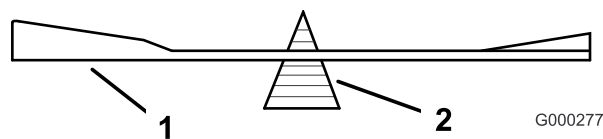
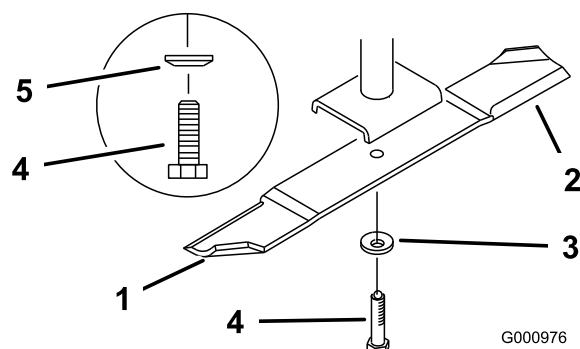

Figure 65
Figure 66
2. Retirez le boulon, la rondelle élastique et la lame de l'axe (Figure 66).
2. Vérifiez l'équilibre de la lame en la plaçant sur un équilibreur (Figure 65). Si la lame reste horizontale, elle est équilibrée et peut être utilisée. Si la lame est déséquilibrée, limez un peu l'extrémité de la partie incurvée seulement (Figure 66). Répétez la procédure jusqu'à ce que la lame soit équilibrée.
1. Placez la lame sur l'axe (Figure 66).
2. Installez la rondelle élastique et le boulon de la lame. Le cône de la rondelle élastique doit être dirigé vers la tête du boulon (Figure 66).